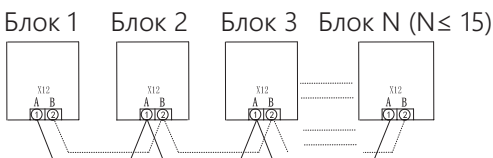

Рис. 5.2.1
- 1. Подключите все параллельно работающие контроллеры в режиме параллельного подключения через портX12, как показано на рис. 5.2.1.